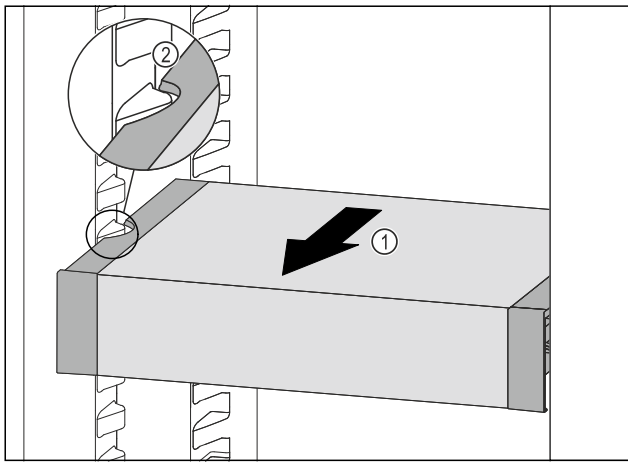

Fig. 156
- ▶ 向前拉动 VarioSafe Fig. 156 (1)，直至 VarioSafe 的侧部凹槽与冷藏区中的容器肋梁持平。 Fig. 156 (2)